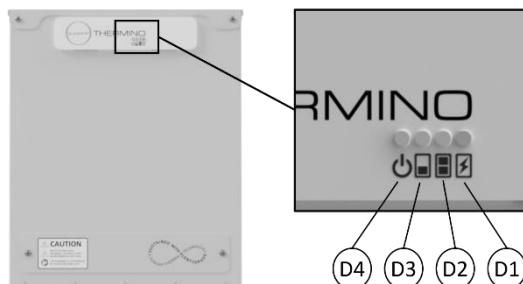

Figure 13 - Fonctionnement des LED de la batterie thermique Thermino xPlus
6. Contrôler le devant de la batterie thermique pour s'assurer que la LED « marche » est allumée (voir Figure 13 et Tableau 9).
9. Appuyer sur le bouton BOOST (si disponible) sur la commande de dérivation d'énergie solaire pour démarrer la charge de la batterie thermique. Le fonctionnement de la source de chaleur externe en mode ECS sera interrompu et l'élément chauffant de la batterie thermique s'activera. Vérifier si le voyant LED « Élément chauffant » est allumé (voir Figure 13 et Tableau 9).